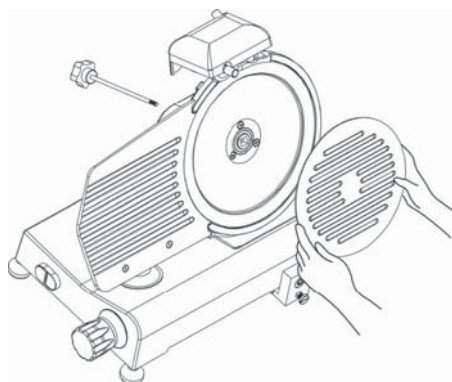

Fig. 6 - Rimozione della protezione della lama
Svitare la manopola della barra di fissaggio (1) (vedere Fig. 6), per rimuovere la protezione della lama (2).